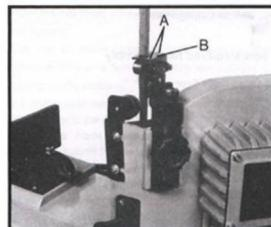

Fig. 3
3. Die beiden Schrauben (A, Abb. 3) entfernen und die Abweiserplatte (B).